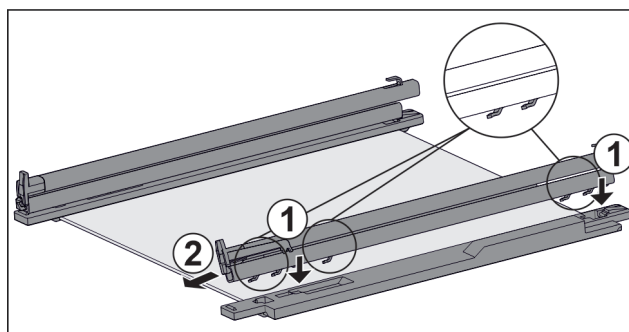

Fig. 110 Ripiano in vetro con guide e fermi
- ▶ Inserire il gancio della guida sulle aperture del **gancio** sinistro. Fig. 110 (1)
- ▶ Tirare la guida in avanti. Fig. 110 (2)
- ▶ Inserire il gancio della guida nelle aperture del **gancio** destro. Fig. 110 (1)